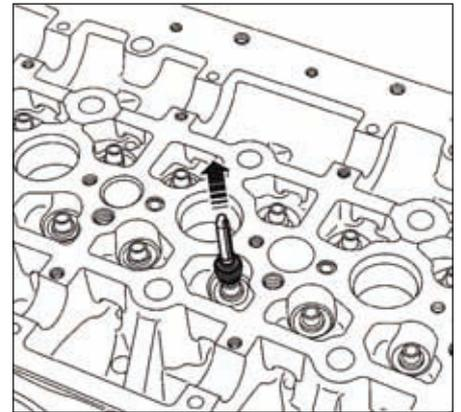

FIG.31
- Mettre en place un joint de queue de soupape neuf non huilé jusqu'au dépassement du protecteur de joint (Fig.31).